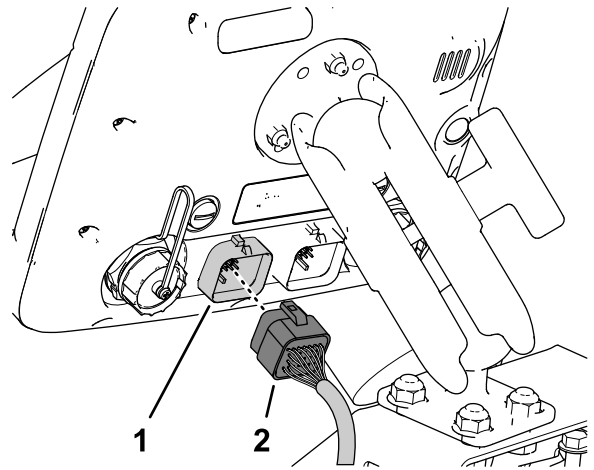

Figura 206
3. Alinhe o conector de 26 tomadas da cablagem dos dados com o conector de 26 pinos do monitor de pulverização e pressione o conector da tomada para o conector do pino até o trinco do conector ficar bem preso (**Figura 206**).